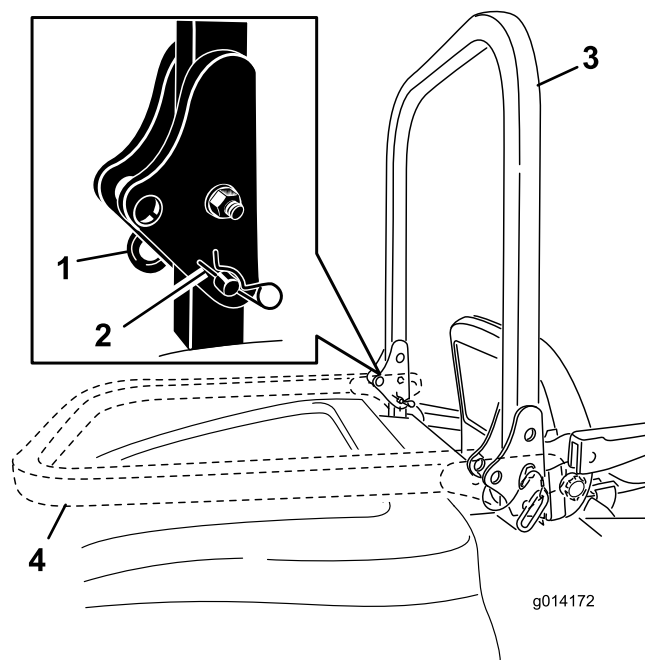

図 10
1. ROPS を下げるには、バーを前方に押して固定ピンに掛かっている力をゆるめた状態で、左右の固定ピンを抜き取る(図 10)。
2. バーを降ろす(図 10)。
3. ピンとヘアピンコッターで固定する(図 10)。
4. ROPS を立てるには、機体の左右でヘアピンコッターを抜き、ピンを外す(図 10)。
5. ROPS をまっすぐに立ててピンで固定し、ヘアピンコッターでロックする(図 10)。